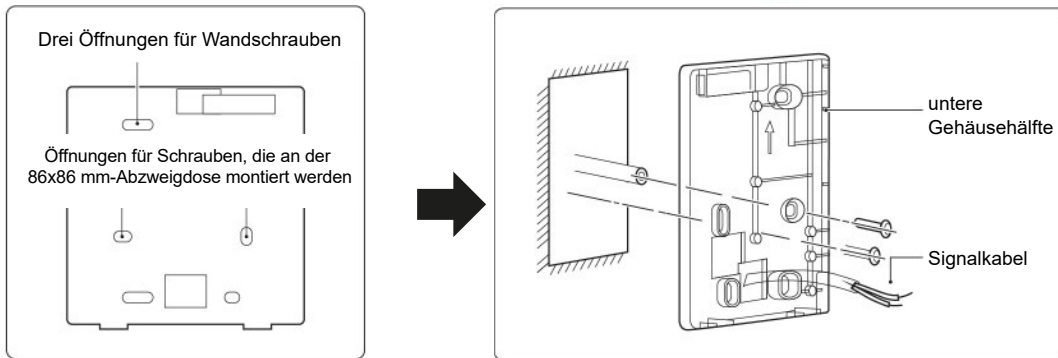

Abbildung 39: Installation im Schaltkasten
2. Die untere Gehäusehälfte mit drei Schrauben und Dübeln direkt an der Wand montieren. Alternativ mit zwei Schrauben die untere Gehäusehälfte an einer 86x86 mm-Abzweigdose montieren und dann mit einer weiteren Schraube und einem Dübel an der Wand befestigen, siehe „Abbildung 39: Installation im Schaltkasten“ auf Seite 67.